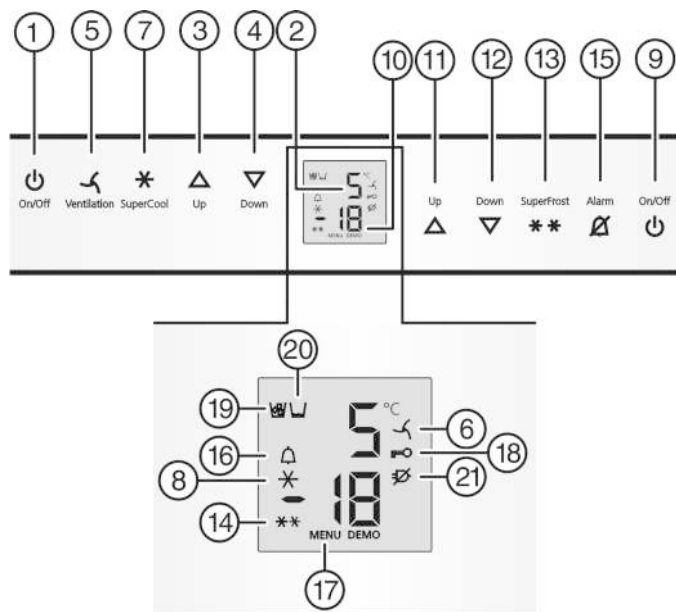

Fig. 2
- ▶ Нажмите кнопку On/Off морозильного отделения Fig. 2 (9).
- ▶ Нажмите кнопку On/Off холодильного отделения Fig. 2 (1).
- ▶ Активация режима настройки: удерживайте кнопку SuperFrost Fig. 2 (13) прилб. 5 секунд.
- ▷ Символ меню Fig. 2 (17) горит.
- ▶ Коротко нажмите кнопку SuperFrost Fig. 2 (13) для подтверждения. На индикации появляется cI:
- ▶ Для включения защиты от детей коротко нажмите клавишу SuperFrost Fig. 2 (13).
- ▷ Символ "Защита от детей" Fig. 2 (18) горит. На индикации мигает c.
- ▶ Для выключения защиты от детей коротко нажмите клавишу SuperFrost Fig. 2 (13).
- ▷ Символ защиты от детей Fig. 2 (18) гаснет. На индикации мигает **c**.
- ▶ Выход из режима настройки: нажмите кнопку On/Off морозильного отделения Fig. 2 (9).
- ▶ Нажмите кнопку Alarm Fig. 2 (15).
Одновременно мигает индикация температуры и символ тревоги Fig. 2 (16).
Звуковой сигнал выключается автоматически, символ аварийного сигнала Fig. 2 (16) выключается и индикатор температуры перестает мигать, если температура снова становится достаточно низкой.